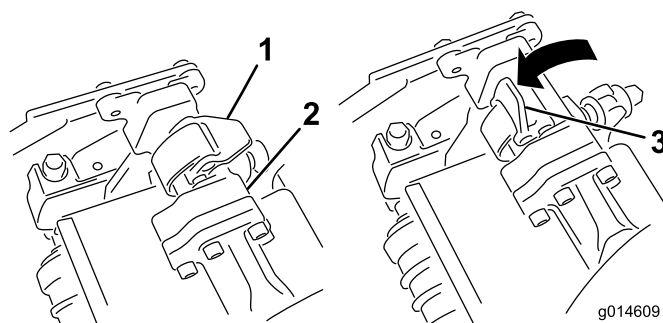
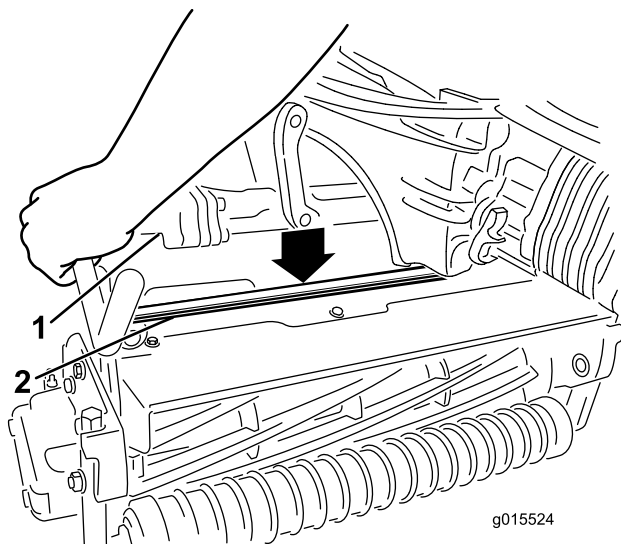

図 13
図 14
9. サスペンション・アームのバーについているラッチを上向き（開いた状態）にして（図 13）、サスペンション・アームを押し下げて、バーを、カuttingユニットのバーの上に被せるようにする（図 14）。
10. ラッチを下げて閉じるとカuttingユニットのバーがロックされてユニットがアームにセットされる (図 13)。